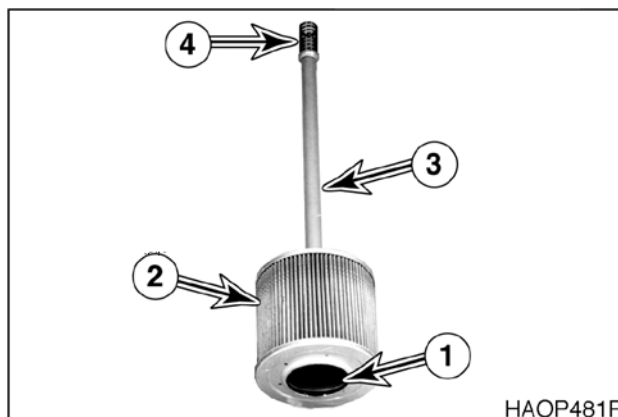

Рис. 11
Фильтр (2, рис. 11), стопорный стержень (2) и пружина (4) собраны, как показано на рис. 11. Отверстие (1) в основании фильтра устанавливается на круглое основание в дне резервуара. Стопорный стержень (3) ввинчивается в верхнюю часть фильтра (2), а пружина (4) надевается сверху на стержень. Следует соблюдать осторожность, чтобы не уронить пружину в бак во время повторной сборки.